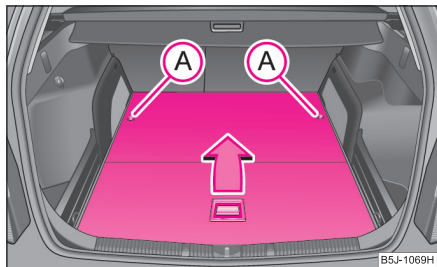

Fig. 68 Portbagajul: plierea podelei variabile
- Prin rotirea bolțului de siguranță **A** cca. 180° spre stânga, deblocați podeaua ⇒ pagina 67, fig. 68.